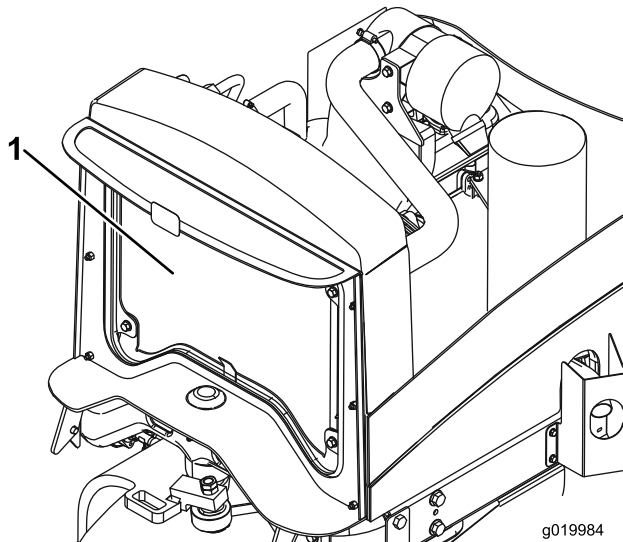

図 57
2. オイルクーラ/ラジエターの裏表を圧縮空気で丁寧に清掃する（図 57）。